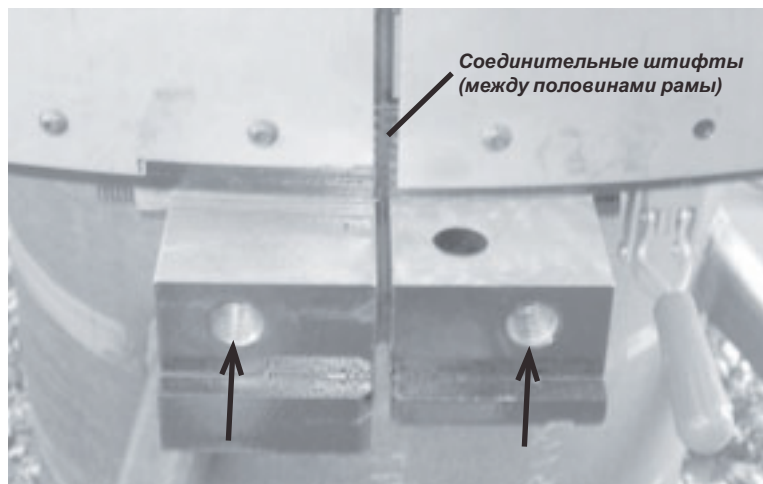

Рис. 5-4. На стороне шарнира рамы имеется два резьбовых отверстия для крепления шарнира.
3. Установите шарнир и монтажное приспособление в раму со стороны шарнира. (В стороне шарнира имеется два резьбовых отверстия, см. Рис. 5-4).